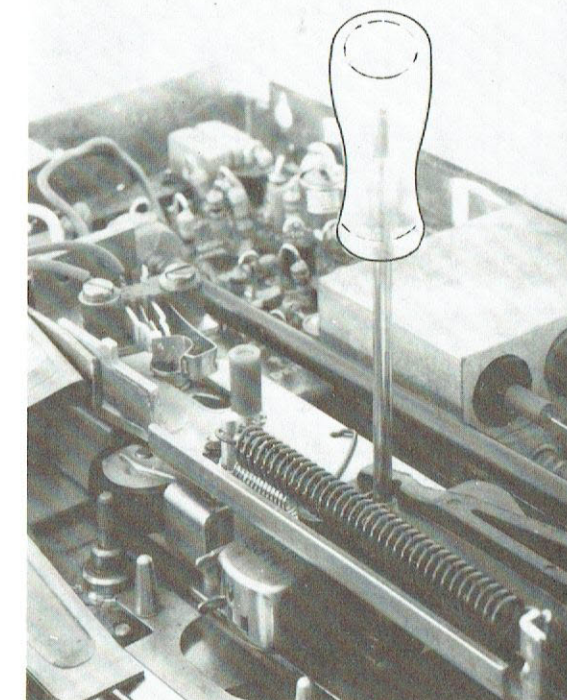

Fig. 9
- Régler la vis d'azimut (fig.9) pour obtenir un signal maximum et identique sur les deux voies.